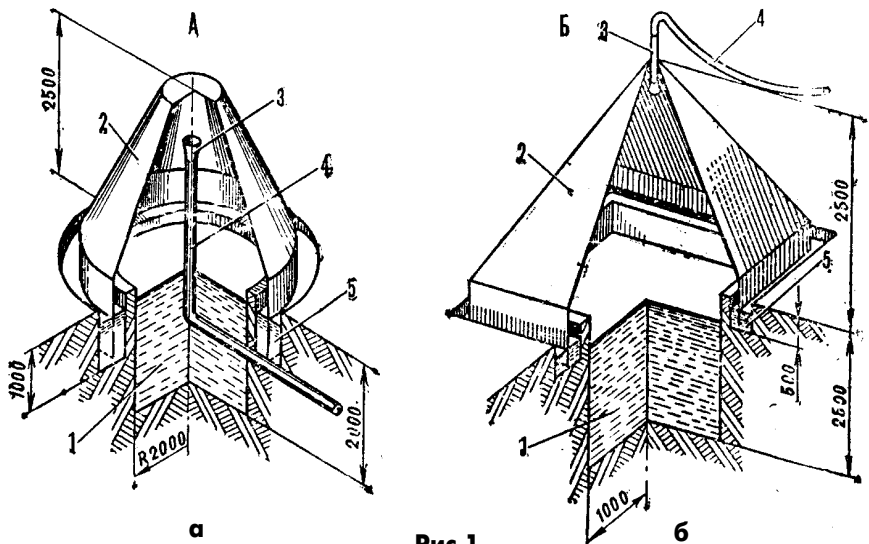

Рис.1
Теперь от теории перейдем к практическому использованию биогаза. Для отопления небольшого усадебного дома площадью 50...60 м², а также для приготовления пищи на четырехкомфорочной газовой плите требуется 3,5...5 м³ газа в час. Как уже говорилось ранее, из 1 т сырья получается 80...100 м³ газа. Таким образом, нетрудно подсчитать, что для нормального функционирования установки для получения биогаза в неделю потребуется 8...10 т сырья. Безусловно, такого количества навоза или ботвы в индивидуальном хозяйстве не наберется, поэтому подобная установка может быть оборудована в фермерском хозяйстве, на базе агрофирмы, сахарного или спиртзавода (которые располагают большим количеством отходов переработки пищевого сырья). Вариантов конструкции установки существует достаточно много, однако все они сводятся к одному: ферментатор - емкость круглого (рис. 1,а) или квадратного (рис. 1,б) сечения, как правило, устраиваемая в яме (1). Стенки и дно ямы облицовывают стальным листом либо бетонными плитами. Для антикоррозионной защиты стальную облицовку необходимо покрыть масляной краской, лучше всего - свинцовым суриком; затем внутреннюю поверх-
Отбор газа осуществляется через трубу 3, установленную либо неподвижно (см. рис.1,а), либо на колоколе (см. рис.1,б). В последнем случае трубопро-